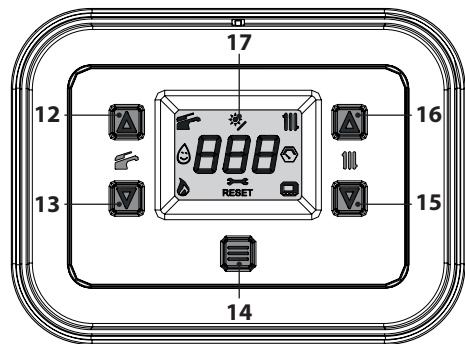
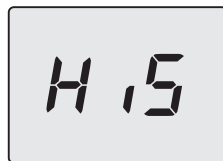
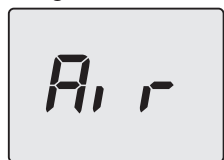
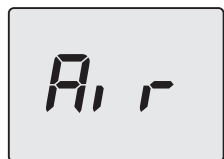

Figura 6.6
Figura 6.8
Figura 6.10
Figura 6.11
- Tenere premuto per 5 secondi il tasto 14 fino a far apparire sul display entrambe i simboli  e  (Figura 6.6).
- Entrare in "modalità programmazione" premendo contemporaneamente per 5 secondi i tasti 13 e 15 (Figura 6.6) fino a far apparire sul display LCD le lettere **HiS** che indicano il menu "Storico delle caldaie" (Figura 6.8).
- Premere il tasto 14 (Figura 6.6) per attivare la funzione. Il display visualizzerà quanto segue (Figura 6.10 e Figura 6.11).
- tenere premuti contemporaneamente i tasti 13 e 15 per 5 sec. (Figura 6.6) (ritorno al livello precedente).
- Spegner la caldaia tenendo premuto per 5 secondi il tasto 14 (Figura 6.6) fino a far apparire sul display LCD il simbolo — — — (i trattini vengono accesi in sequenza per simulare uno scorrimento) (Figura 6.5).